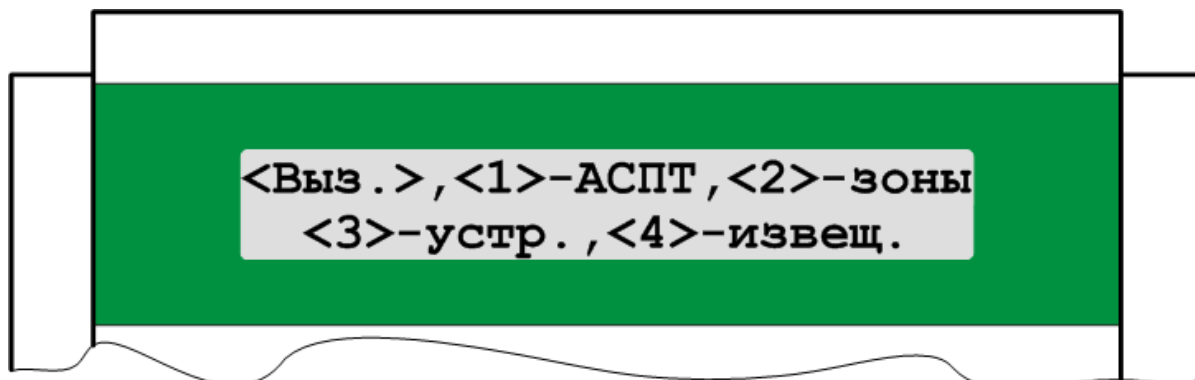

Рисунок 6 – Меню пожарной службы
- 1) Предъявить пропуск «Пожарная служба». На индикаторной панели включится подсветка, появится надпись **«СОТРУДНИК ПОЖАРНОЙ СЛУЖБЫ»** и появится меню пожарной службы (рисунок 6).